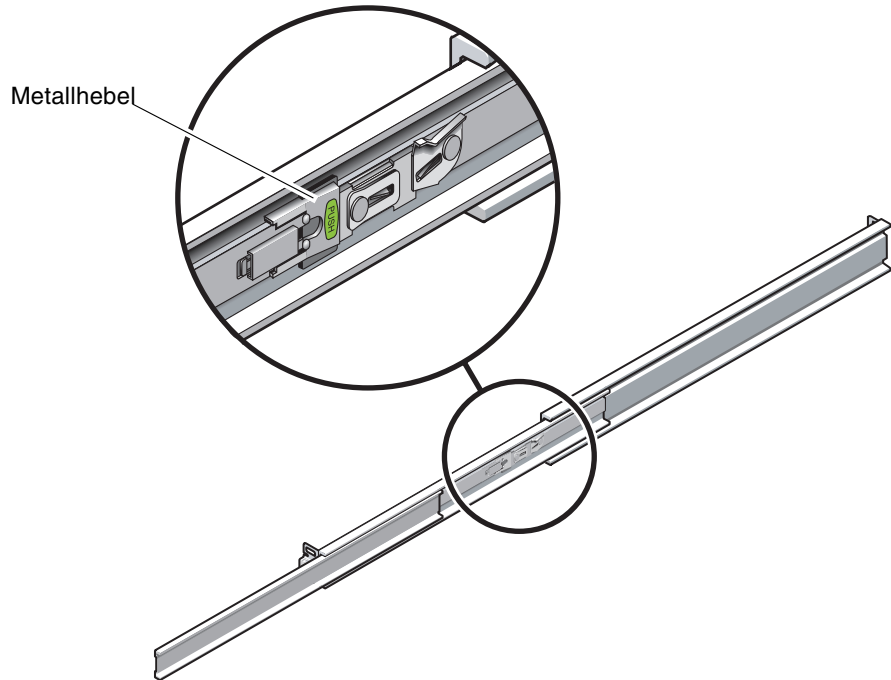

ABBILDUNG 2-13 Entsperrn der Schienenhebel
5. Wenn der Server ganz ausgezogen ist, entriegeln Sie die Schienenhebel (ABBILDUNG 2-13).